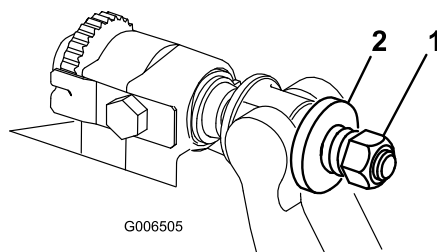

Figura 28
3. Apriete la tuerca de tensado del muelle hasta que el muelle esté comprimido del todo, luego aflójela 1/2 vuelta (Figura 28).